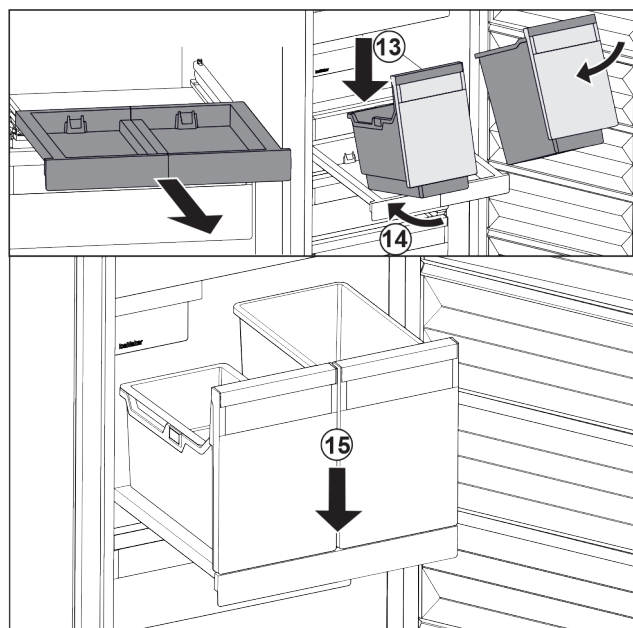

Fig. 123
- Placer les bacs sur le compartiment coulissant en les inclinant. Fig. 123 (13)
- Pousser les bacs jusqu'au fond en les inclinant. Fig. 123 (14)
- Déposer les bacs par l'avant. Fig. 123 (15)